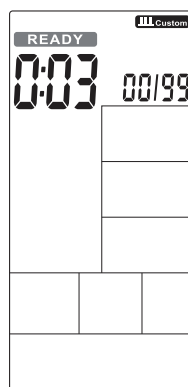

FIGURA 35
- El tiempo ingresa contando de 3 a 0, y luego, la consola se inicia mientras se emite una alerta audible por segundo y READY parpadea una vez por segundo, la cuenta muestra '00 / XX ' (Figura 35).